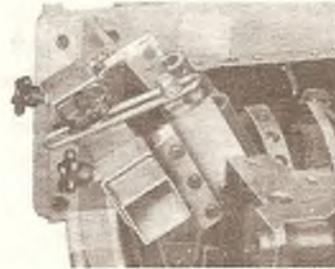

Рис.1.16. Установка крышки N 1 на место с использованием специального инструмента для удерживания уплотнителя (раздел 26).
10. Запрессовать уплотнитель в канавки по обе стороны от коренной крышки N 1 (см. фотографию). Подготовить 2 металлические полоски толщиной не более 0,25 мм для того, чтобы уплотнитель не сместился при установке крышек. В мастерских "Пежо" для этого используется специальный инструмент (см. Д/рис.1.16), играющий роль зажима, однако вместо него вполне можно обойтись металлическими полосками при условии, что с них предварительно будут сняты все заусеницы, которые могут повредить уплотнитель.